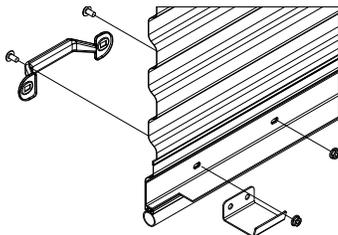

FIGURA 12: MINICLIP
- ▶ Instale el miniclip en cada extremo, en el interior de la barra inferior, usando un perno de carro $\frac{1}{4} - 20 \times \frac{5}{8}$ " y tuerca existentes. **Vea la figura 12**.